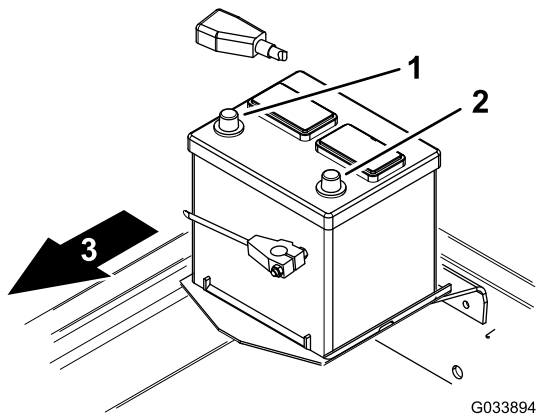

Figura 11
2. Conecte el cable positivo de la batería (rojo) al borne positivo (+), y coloque la cubierta de goma sobre el borne positivo (Figura 11).
3. Conecte el cable negativo de la batería (negro) al borne negativo (-) de la batería (Figura 11).